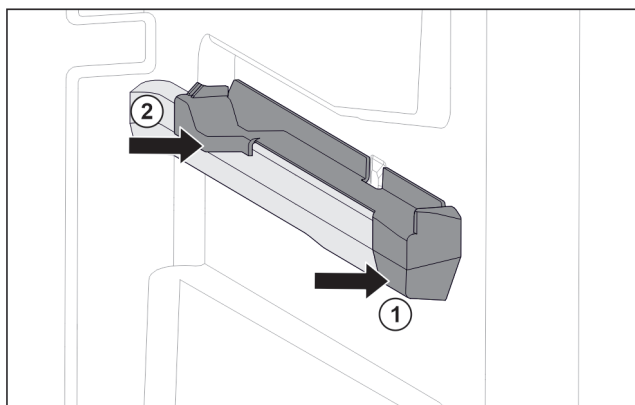

Fig. 153 Felhúzható elem a jobb oldali tartóbordán
- ▶ A felhúzható elemet elől tegye fel a tartóbordára. Fig. 153 (1)
- ▶ Hátul nyomja meg a felhúzható elemet. Fig. 153 (2)